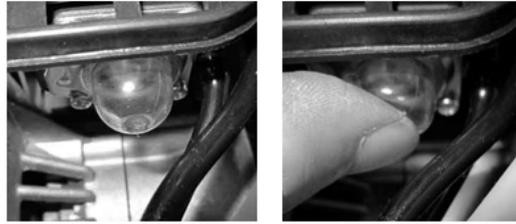

Fig.12
- 1) Pressione o cilindro de escorva várias vezes até que esteja cheio de combustível. (fig.12)